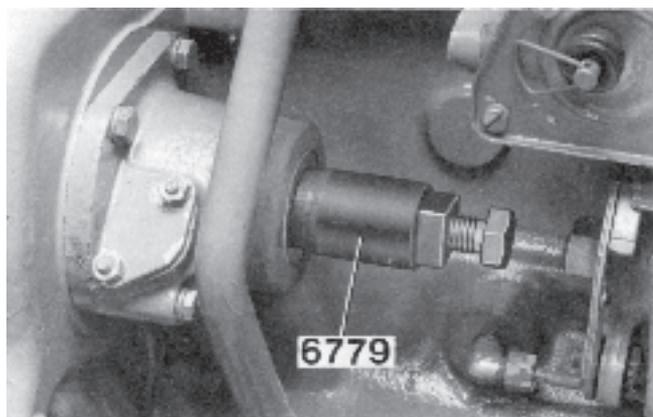

Fig. 142. Dépose de la bague d'étanchéité
5. Visser l'extracteur 6779 dans l'étanchéité (figure 142). Enfoncer l'extracteur de façon à ce que son filetage pénètre dans la bague d'acier de l'étanchéité. Retirer l'étanchéité en vissant la vis.